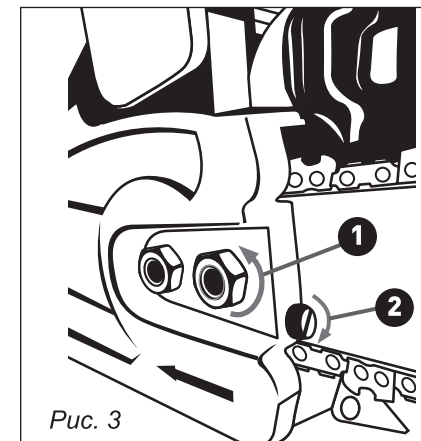

Рис. 3
#### Натяжка цепи на моделей БП 138/14, БП142/16, БП 146/16 (рис. 3):
- Ослабьте гайки на крышке тормоза, не откручивая полностью (рис. 3, п. 1).
- Возьмитесь за носок шины и приподнимите его вверх одновременно с этим вращением винта натяжения по часовой стрелке отрегулируйте натяжение цепи (рис. 3, п. 2).